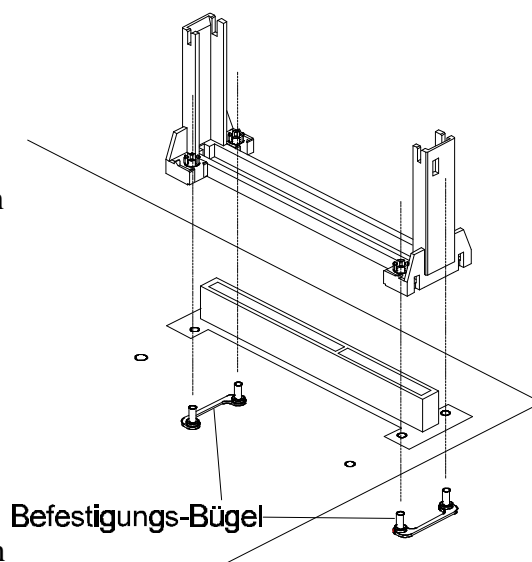
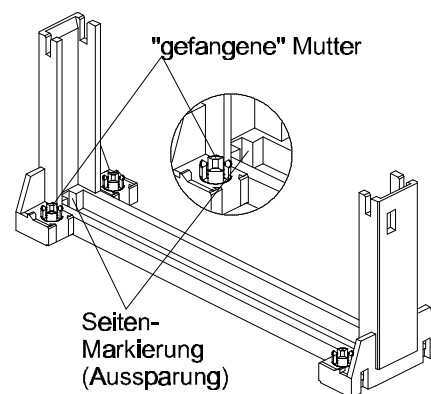

Bild 2-3
Bild 2-4
2. Setzen Sie die beiden Befestigungsbügel von unten gegen das Mainboard. Die Schraubgewinde werden hierbei durch die entsprechenden Befestigungslöcher des Mainboards gesteckt. Die Ausrichtung der Befestigungsbügel ist in Bild 2-3 dargestellt.
3. Setzen Sie den CPU-Ständer der Halterungsvorrichtung so auf das Mainboard, daß damit der Slot 1 eingerahmt wird (siehe Bild 2-3. Stellen Sie dabei sicher, daß die in Bild 2-4 gezeigte Markierung des Ständers zu Pin 1 des CPU-Sockel (Slot 1) zeigt.
4. Im Standfuß des CPU-Ständers befinden sich vier Muttern mit Kreuzschlitz, die zwar gedreht, aber nicht vom Ständer getrennt werden können (siehe auch Bild 2-4). Verschrauben Sie diese Muttern mit den Befestigungsbügeln und fixieren so den CPU-Ständer auf dem Mainboard.